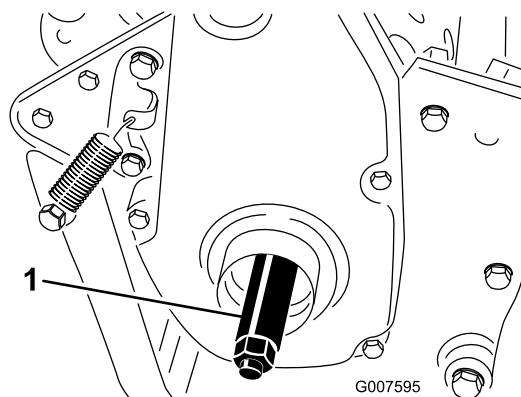

図 6
3. 右側ホイール・シャフトを機体の右側にある駆動ブーリのネジ穴にねじ込む(図 6)。